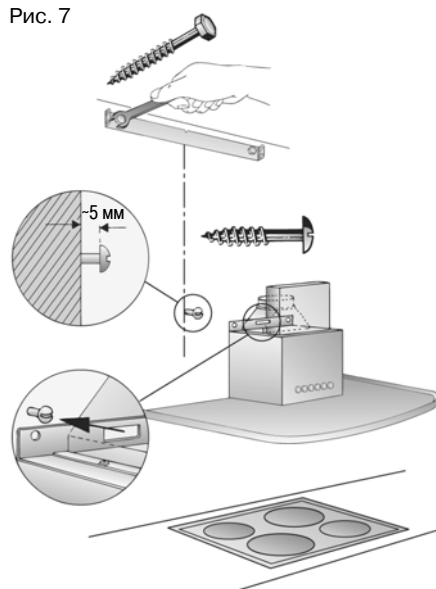

Рис. 8
8. Винтите четыре винта с шестигранной головкой с шайбами (рис. 8).
9. Наклейте защитную пленку на отверстия двух нижних монтажных болтов в защитной решетке (рис. 8).